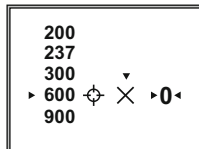

Рис.7
- Максимальное количество запоминаемых дистанций для пристрелки – пять (рис.7).
- Для удаления дистанций выберите пункт  (см. рис.7). Нажмите энкодер для удаления.